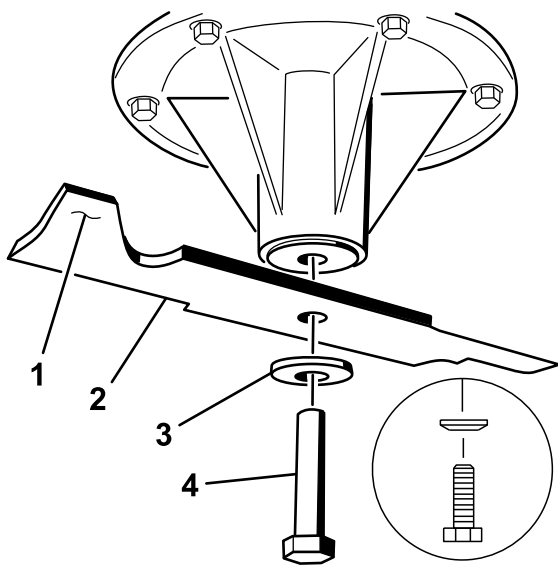

Figure 77
1. Placez la lame sur l'axe (Figure 77).
2. Mettez en place la rondelle élastique et le boulon de la lame (Figure 77).
Remarque: Le cône de la rondelle élastique doit être dirigé vers la tête du boulon (Figure 77).